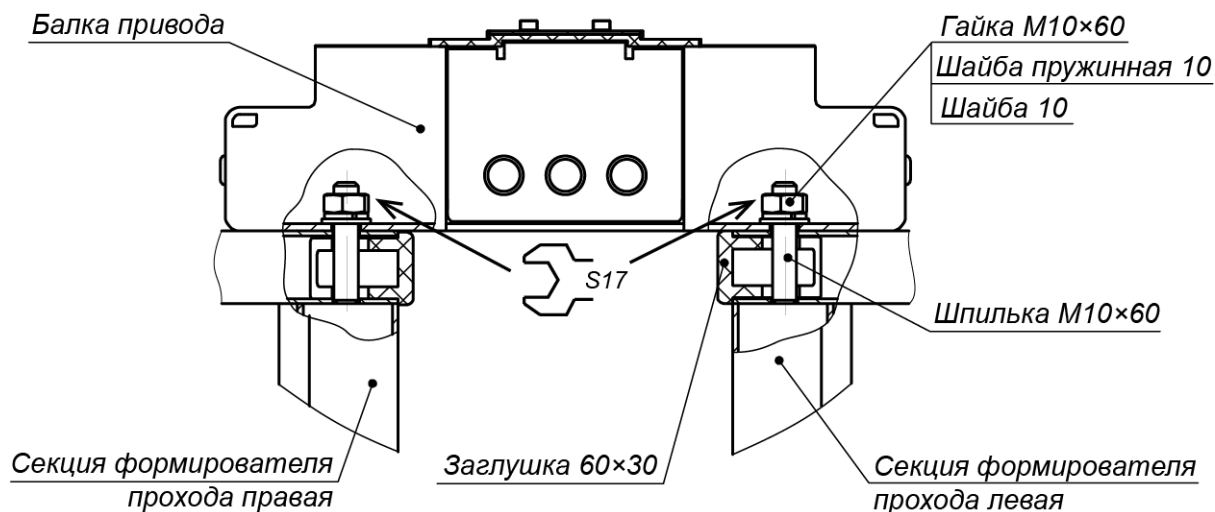

Рисунок 14. Крепление балки привода (8) к секциям (6) формователя прохода
- В место установки нижнего узла вращения ротора вставьте фланец опорный узла вращения (см. рис. 14). Закрепите его и стойку с преграждающими планками на установочной поверхности анкерным болтом М16×60.
14. Распакуйте секции ротора (1) (ящик №2).
15. Произведите монтаж ротора (1) (работайте вдвоем!):
- Соберите нижний узел вращения (3) ротора в стойке с преграждающими планками (5) (см. рис. 14). Две шайбы скольжения и находящаяся между ними фторопластовая вставка должны лежать в узле без перекосов, опираясь на всю опорную поверхность, симметрично относительно оси ротора (верхняя шайба скольжения приклеена к валу ротора). При этом гладкие поверхности шайб скольжения должны быть ориентированы на вставку. Допускается применение на поверхностях скольжения смазки типа ШРУС-4.
- Установите секцию ротора с элементами крепления в нижний узел вращения (3): заведите ее с небольшим наклоном цилиндрическим хвостовиком в узел вращения и затем переведите секцию в вертикальное положение.